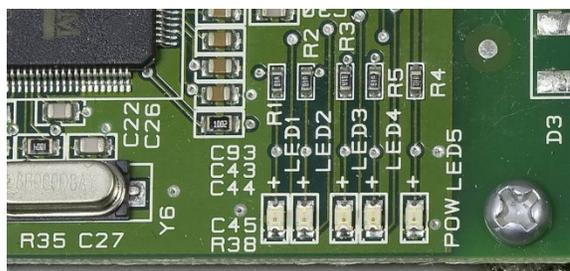

Figura 3-35: Ubicación de las LED de datos (arriba) y detalle (abajo) del ACM500
6. Supervise las LED en la tarjeta principal del ACM500 como se muestra en la Figura 3-35. Si el ACM500 está conectado correctamente y la IND500x/IND560x está programada correctamente, las LED destellarán.